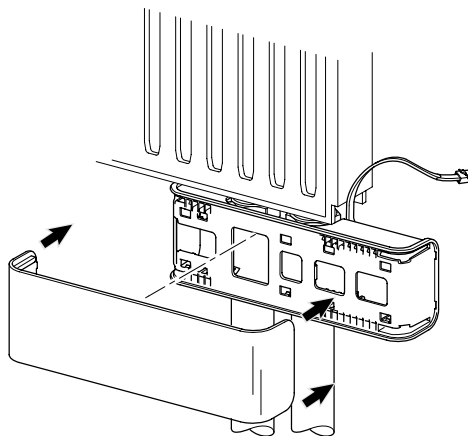

Fig. 17-6: Oberteil des Geniax Design Abdeckung L für Pumpe/Adapter H-Durchgang/H-Winkel
- Das Oberteil des Geniax Design Abdeckung L (Design Abdeckung L black) für Pumpe/Adapter H-Durchgang/H-Winkel gemäß Fig. 17-6 auf das Unterteil aufstecken.